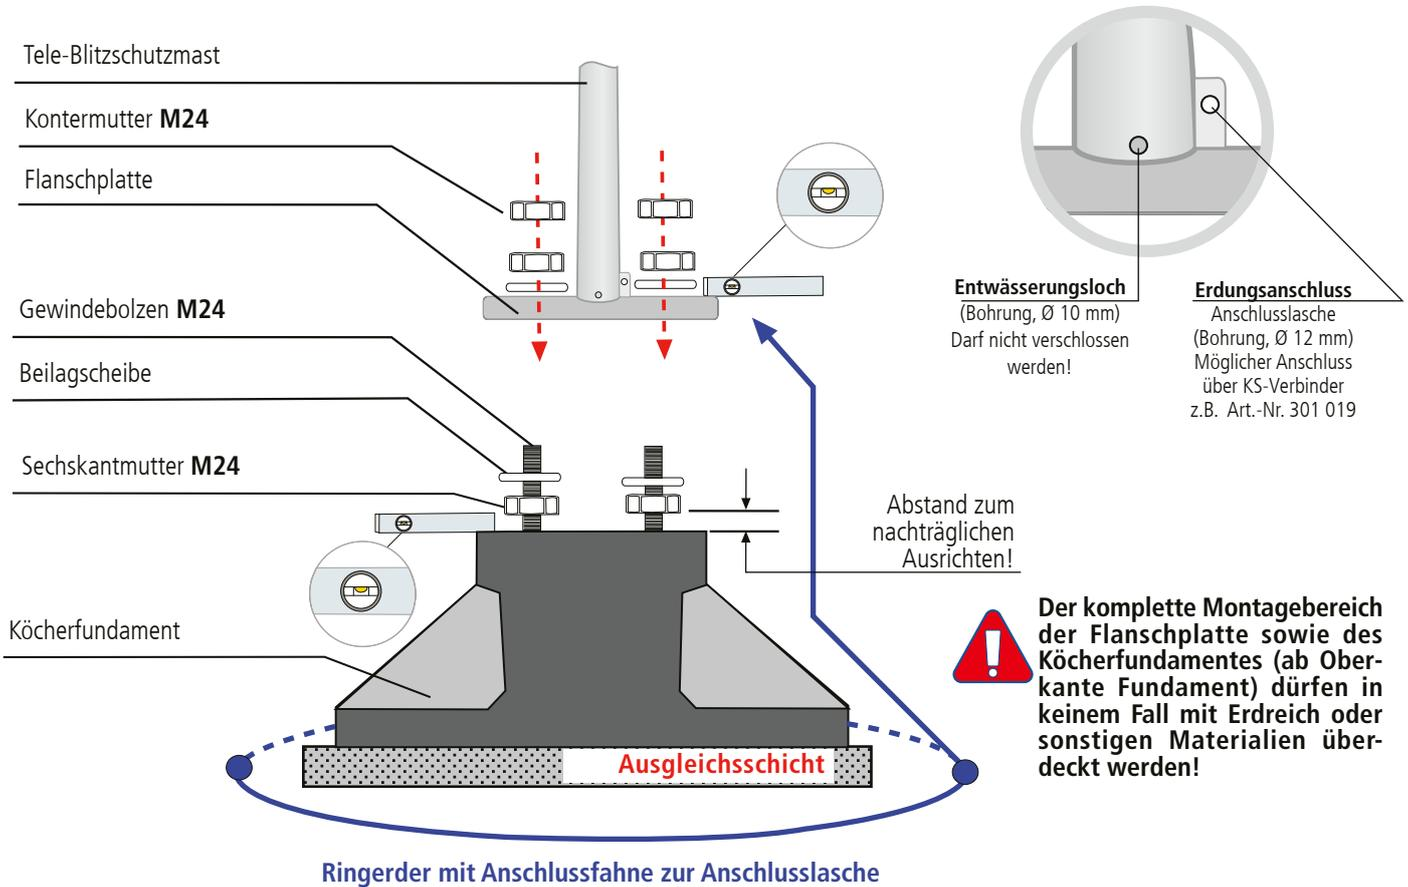

Bild 3c Aufstellen der Maste
- ➔ Der Zwischenraum zwischen Flanschplatte und Fundament darf **nicht** wasserdicht verschlossen werden. Ein korrektes Abfließen von Regen- und Kondenswasser im Mast innen, muss nach dem Aufstellen des Mastes regelmäßig überprüft und sichergestellt werden. Das Entwässerungsloch (D=9-10mm) oberhalb der Flanschplatte muss ebenfalls frei gehalten und darf nicht verschlossen werden (siehe Fig. 3c, Seite 7).